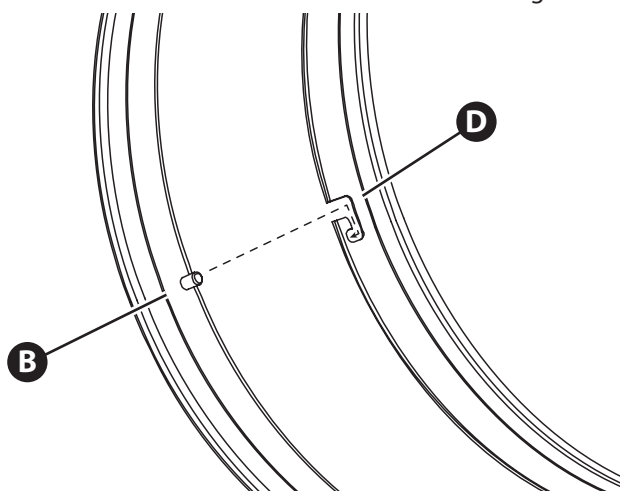

Figura 4.5
2. Para conectar el conducto flexible de bloqueo deslizante, alinee un pasador de bloqueo y la flecha de la banda de conexión (B, Figura 4.5) con una ranura en "J" en el anillo de salida (D). Deslice la banda de conexión al interior del anillo de salida, lo más profundo que pueda entrar. Gire la banda de conexión en el sentido antihorario, hacia el extremo de la ranura en "J" y luego tire para bloquear.